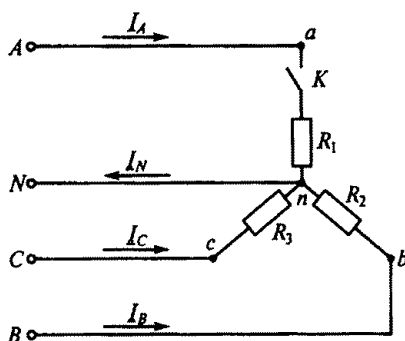

Рис. 129
3.103. Как изменятся токи при размыкании ключа K на рис. 129, если $R_1 = R_2 = R_3$?